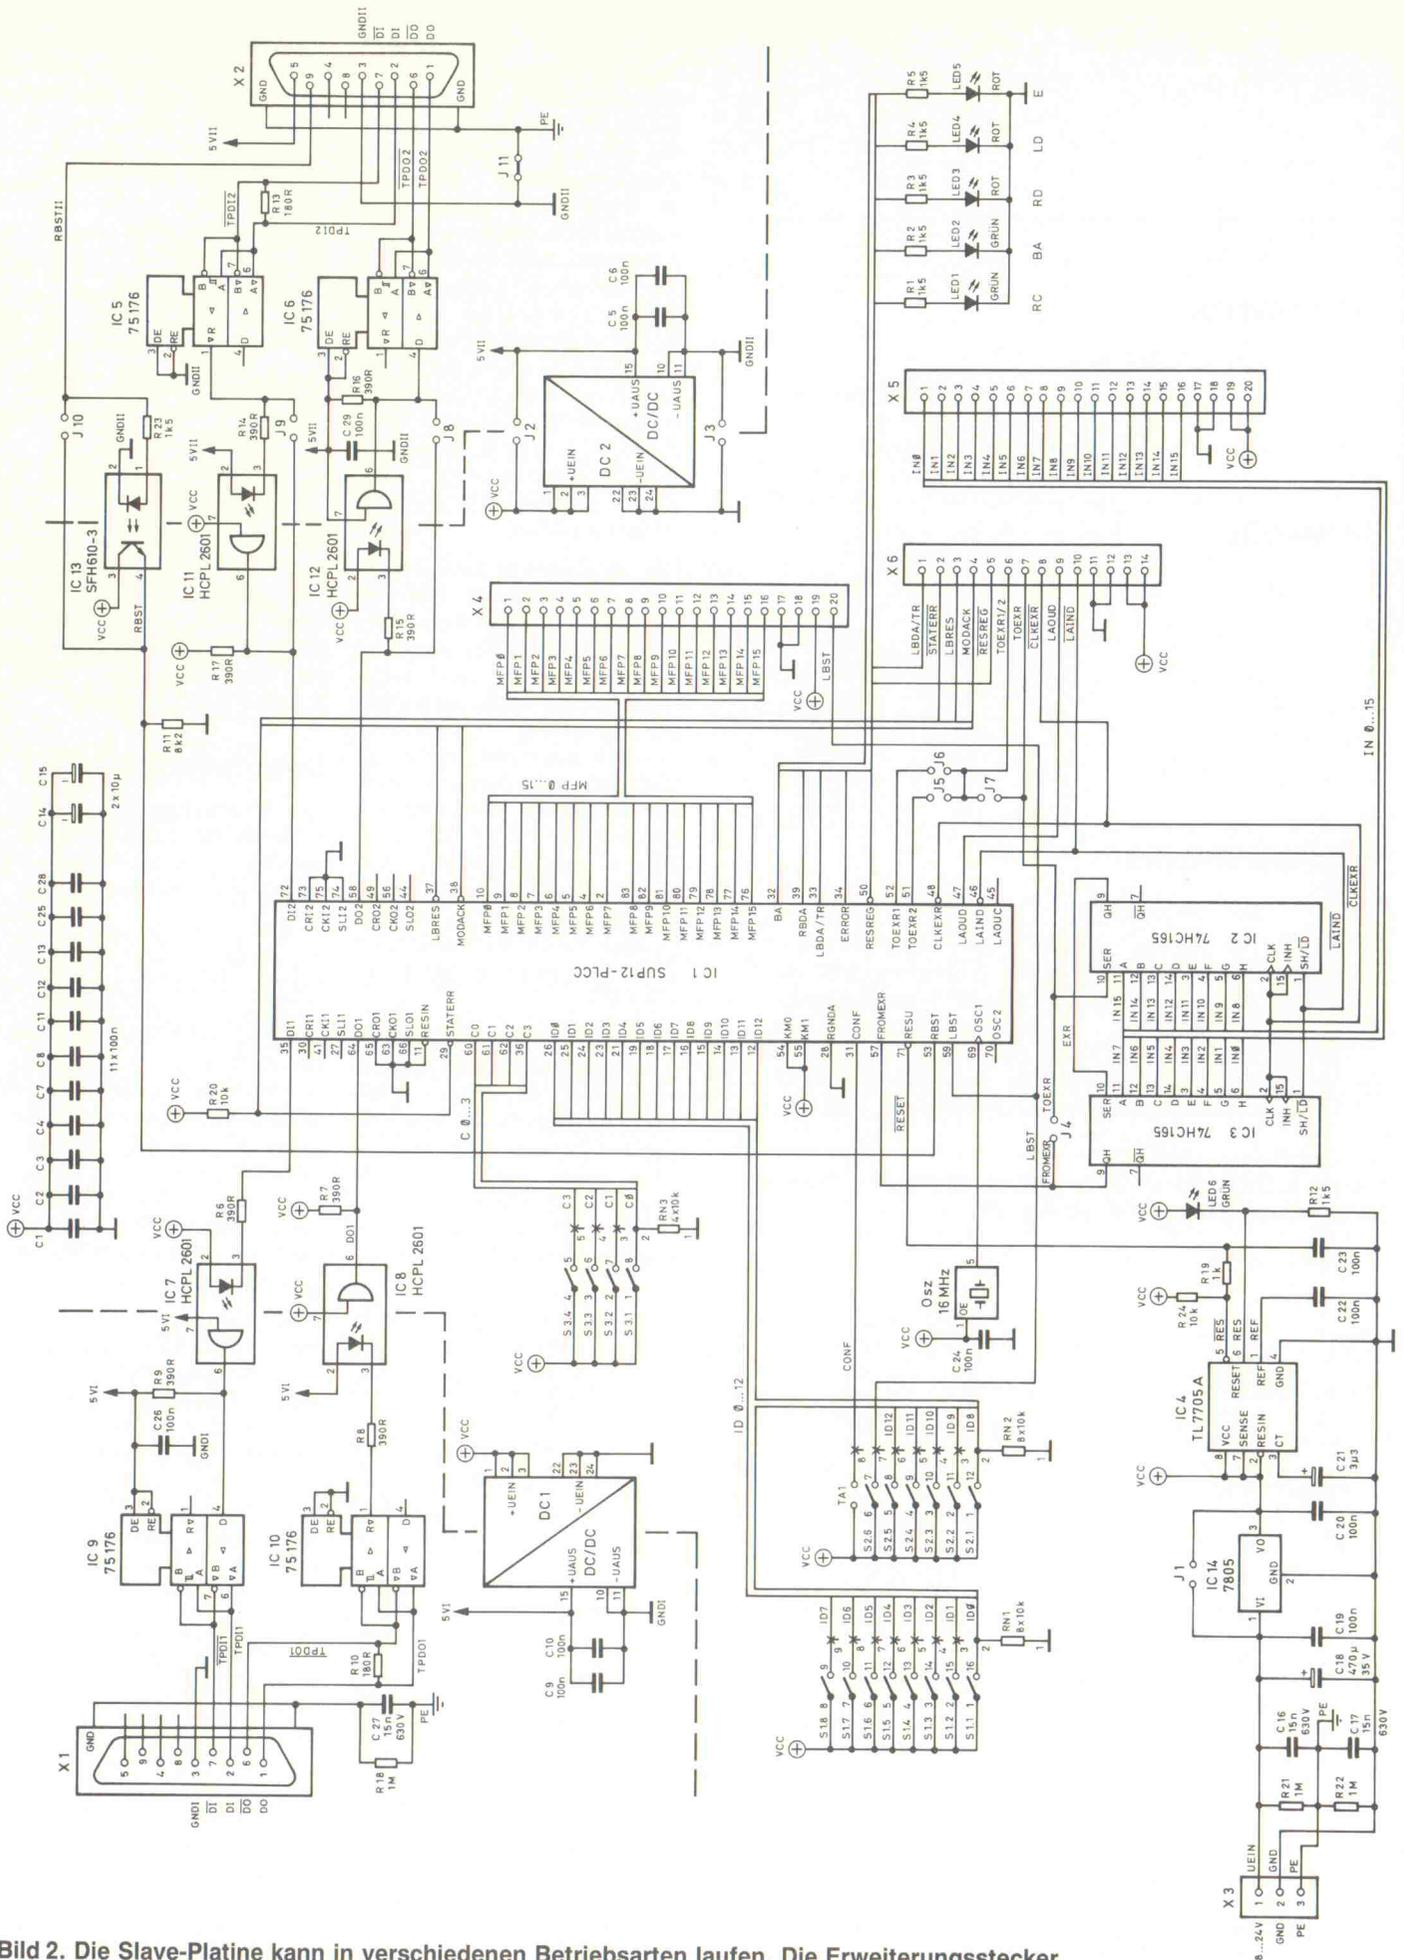

Bild 2. Die Slave-Platine kann in verschiedenen Betriebsarten laufen. Die Erweiterungsstecker X4, X5 und X6 erlauben den Anschluß eigener Peripherie.
Der Aufbau eines Slave-Teilnehmers für den InterBus-S gestaltet sich recht übersichtlich: Rund um den Protokollchip SuPI-II finden sich die ankommende (Bild 2, links) und weiterführende Fernbuschnittstelle (rechts) sowie DIP-Schalter zum Einstellen der Betriebsart. Die parallelen Schnittstellen zur Umwelt sind durch die Multifunktionspins (16-Bit-Digitalausgang, X4) und zusätzliche Schieberegister (IC2, IC3) als 16-Bit-Digitaleingang (X5) realisiert.
Zur Bereitstellung der Versorgungsspannung für die gesamte InterBus-S-Slave-Platine kann der Schaltungsteil um den Festspannungsregler 7805 (Bild 2 links unten) dienen. Steht nur eine Versorgungsspannung in 'Industriequalität' zur Verfügung, sollten die RC-Filterkom-
Der DIP-Schalter S2.6 (siehe Bild 2) muß bei Busklemmenbetrieb geöffnet sein (OFF), damit der SuPI ein abzweigendes Fernbuskabel erkennen kann. In allen anderen Betriebsarten legt der Schalter die Leitung LBST auf VCC (ON).